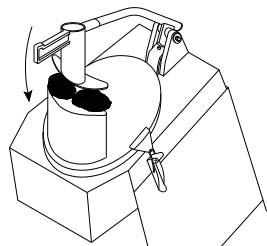
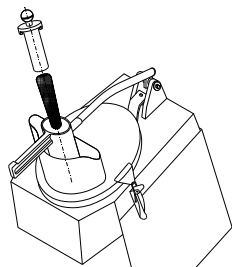

Рис. 26 – Продукт, загруженный через горловину крышки
Рис. 27 – Продукт, загруженный через трубку на рычаге
- А Уложите приготавливаемый продукт на горловину крышки (рис. 26). Если продукт занимает небольшой объем (напр., морковь, кабачки и т. д.), вставляйте продукт через трубку на рычаге (как показано на рис. 27). Включите устройство и слегка надавите на рукоятку или толкатель, при использовании трубки, чтобы облегчить процесс нарезки.